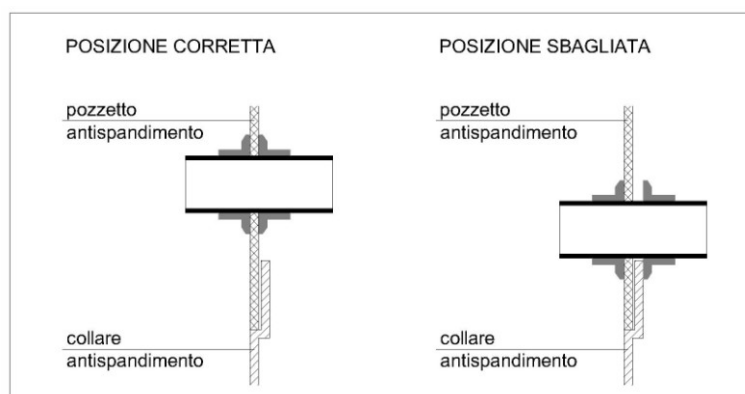

Figura 26 Posizionamento verticale giunti passa-parete
- Come da Figura 26, è importante porre il giunto passa-parete in una zona del pozzetto antispandimento, che sia uniforme, oltre che radiale.